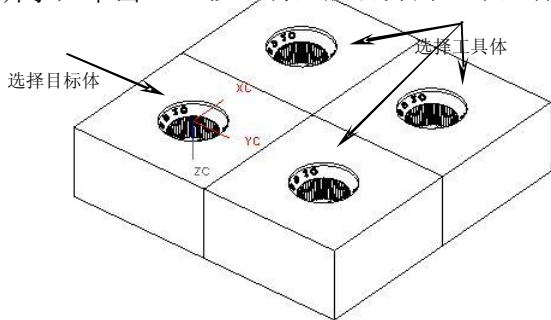

图5-27
5. 在【特征操作】工具条中单击【求和】按钮，依次选择目标体和工具体，如图 5-27 所示，单击 **C**trl+**J** 按钮将型腔合并为一个整体。